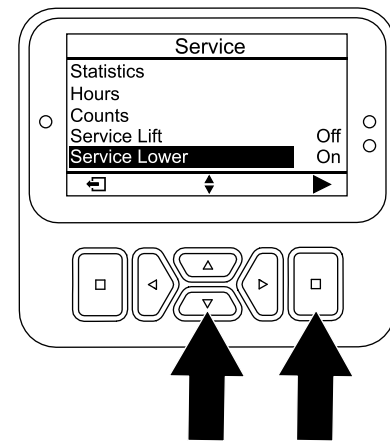

Figura 167
6. Pulse el botón abajo hasta que se seleccione la opción SERVICE LOWER (Bajada de mantenimiento) y, a continuación, pulse el botón de selección (Figura 167).